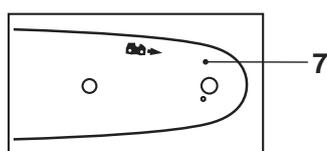

Fig. 1
4. Desserrez l'écrou de blocage (10) avec l'outil multifonctions (31), et enlevez-le avec le couvercle (17).
6. Enfilez la fente du guide-chaîne (7) sur le boulon (11). Attention: le guide-chaîne (7) doit être monté avec l'icône de lame de scie orientée vers le haut (Fig.1).